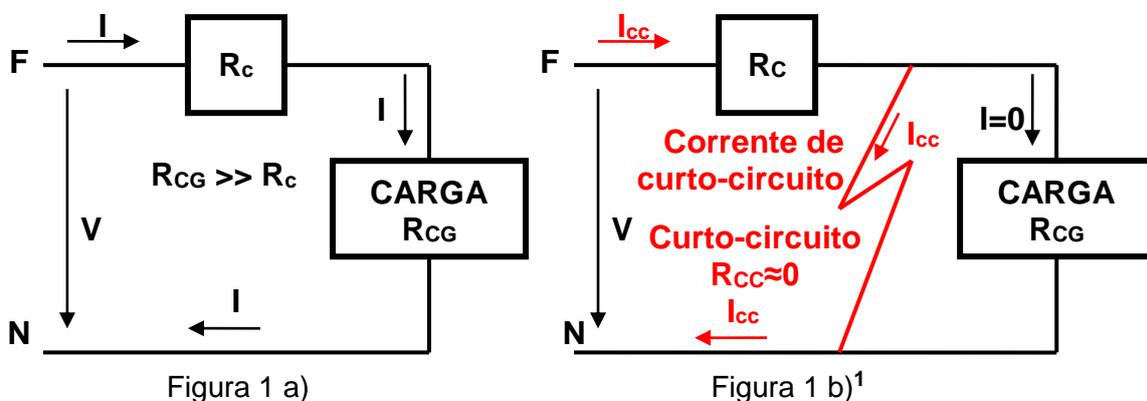

Figura 1 – Circuito entre fase e neutro, em situação normal (a) e com curto-circuito (b)¹
Atente-se na Figura 1, onde se representa um *circuito elétrico* estabelecido entre uma *fase (F)* e o *neutro (N)*, alimentando uma *carga* com uma *resistência* R_{CG} com uma *tensão aplicada*, U , sendo R_c a *resistência do cabo* do circuito: